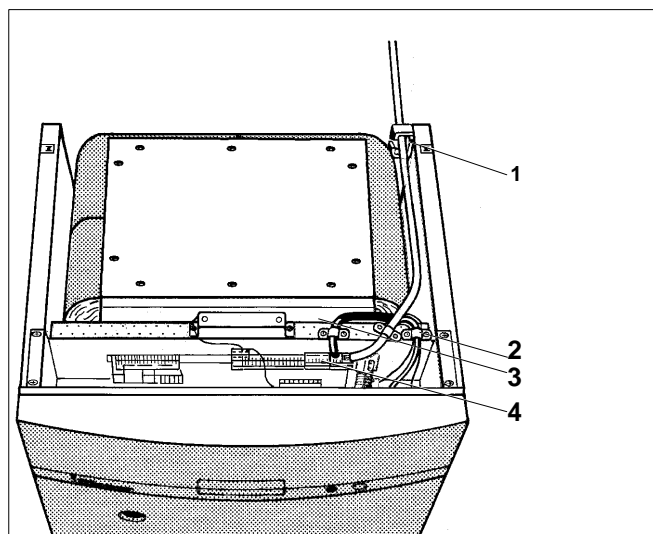

Fig. 16 Conduites de câbles et connecteurs à fiches
- Amener les conduites de raccordement électrique sur site par l'arrière dans les conduites de câbles (fig. 16, **pos. 1**) et dans le chemin de câbles (fig. 16, **pos. 3**) en direction de l'appareil de régulation.
- Effectuer les raccordements électriques sur site selon le schéma de connexion aux connecteurs à fiches de l'appareil de régulation (fig. 16).
- Fixer toutes les conduites avec des serre-câbles (fig. 16, **pos. 2**).